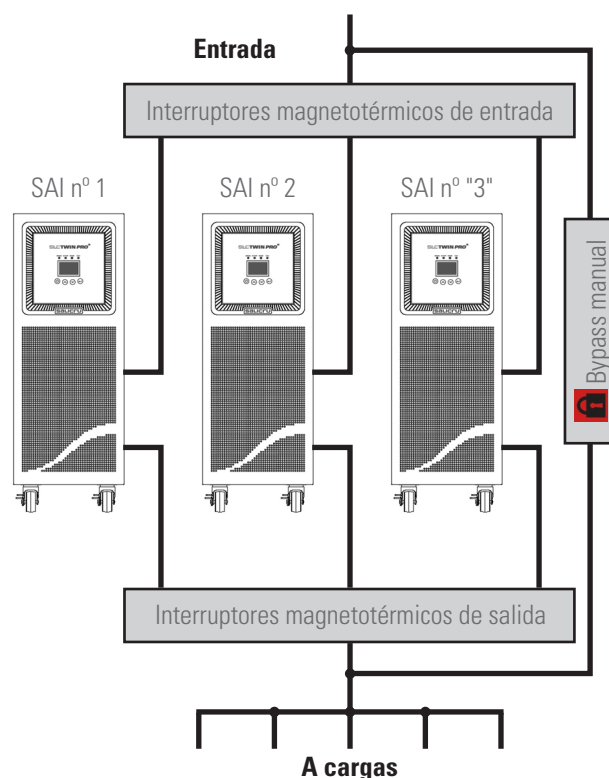

Fig. 23. Instalación en paralelo de un cuadro de distribución con bypass manual.
- Es necesario dotar a la instalación del sistemas en paralelo, de un cuadro provisto de las protecciones individuales de entrada y salida, además de un bypass manual con bloqueo mecánico, ver Fig. 23.
- En la Fig. 23 está representado conceptualmente un cuadro de distribución con bypass manual para un sistema en paralelo, representativo para un sólo equipo adaptando el número de interruptores.